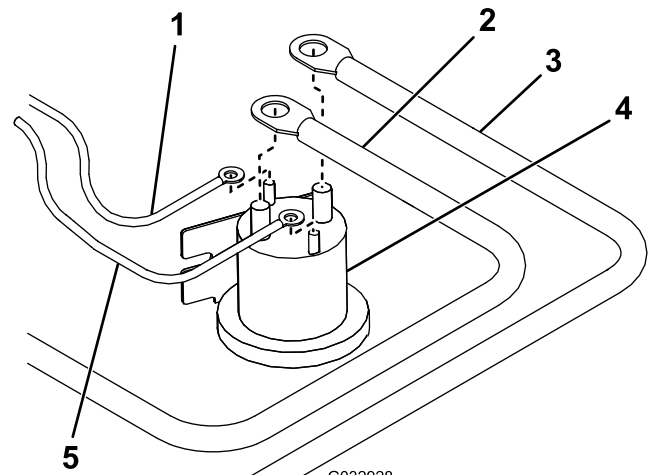

Bild 10
7. Schließen Sie das weiß/schwarze Kabel vom Kabelbaum an den kleinen Pol an der Pumpenstromspule an (**Bild 10**).
8. Schließen Sie das braune Kabel vom Kabelbaum an den anderen kleinen Pol an der Pumpenstromspule an (**Bild 10**).
10. Schließen Sie das rote Strom- bzw. Erdungskabel am großen Pol an der Pumpenstromspule an (**Bild 10**).
11. Schließen Sie das Batterieanschlusskabel am anderen großen Pol an der Pumpenstromspule an (**Bild 10**).